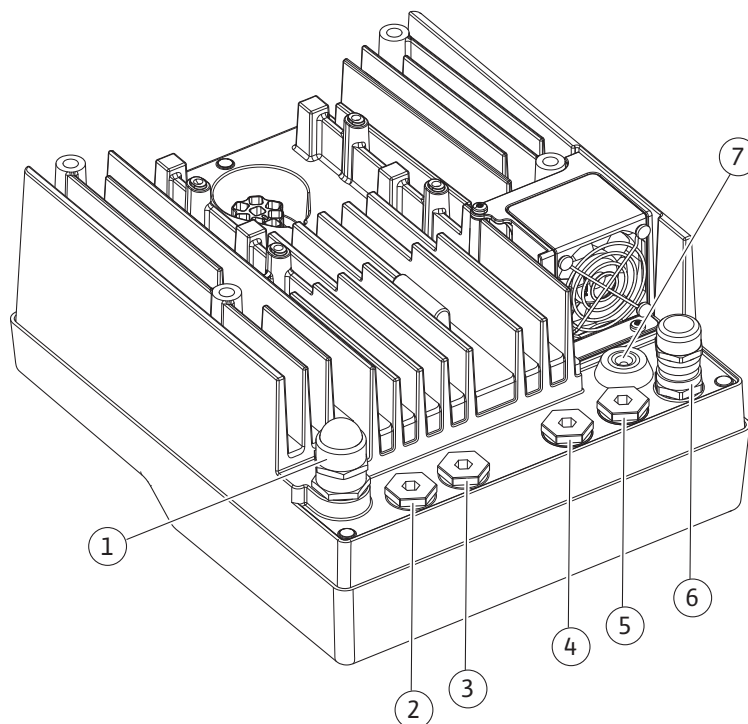

Fig. 10: Presetupe pentru cablu/conexiuni de cablu
- Modul CIF la sistemul de automatizare al clădirilor (comunicare BUS): Ecranarea este racordată prin trecerea de cablu la modulul electronic (Fig. 10).
4. Introduceți cablul de conectare prin presetupa pentru cablu M25 (Fig. 10, poz. 1). Strângeți presetupa pentru cablu la cuplurile de strângere prevăzute.